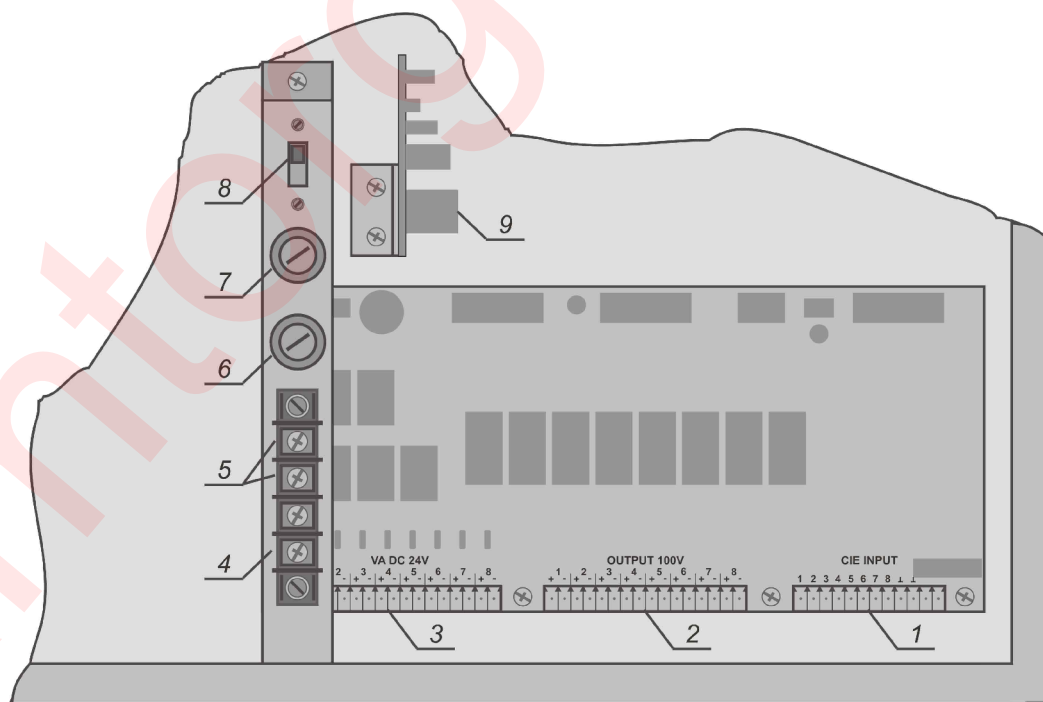

Рисунок 5
9.2 Размещение клемм и гнезд на внутренней панели оборудования и их назначение приведено на рис. 5
- 10.1.2 Подключите к съемным разъемам поз. 2, 3 рис. 5 линии зон оповещения в соответствии с проектной документацией и схемой приведенной в Дополнении А. При подключении линий зон оповещения важно хранить полярность. Подключите в конце линий трансляторов резисторы 2,7 кОм, что входят в комплект снабжения.
- 10.1.3 Подключите к съемному разъему поз. 1 рис. 5 линии связи оборудования с ППКП, в соответствии с схемой приведенной в Дополнении А. Подключите в конце линий резисторы 2,0 кОм, которые входят в комплект поставки.
- 10.1.4 При наличии в комплекте оборудования пульта(пультов) микрофонного(ных), подключите его к разъему поз. 9 рис. 5, соединительным кабелем, который входит в комплект поставки. Порядок подключения нескольких пультов микрофонных и монтажа соединительной вилки приведен в дополнении А.
Внимание! Подключение любых других источников сигнала, кроме пультов ВЕЛЛЕЗ ПМН- 8, к разъему поз. 9 рис. 5 и разъемов RMS IN и RMS OUT пульта микрофонного категорически запрещено.